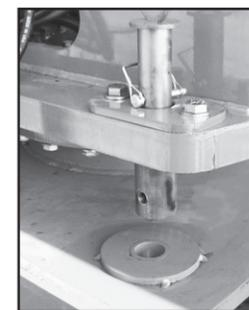

Figura 1: Perno de bloqueo
3. Quitar el perno de bloqueo. Ver la figura 1.